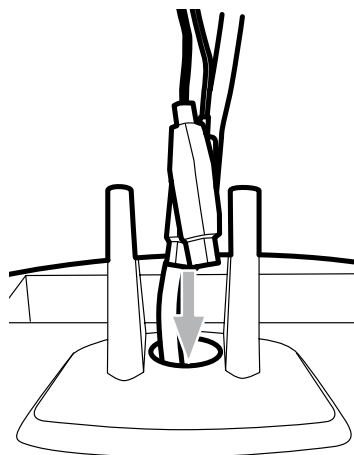

Рис.34
2. Проложите силовой кабель от крепления вниз через центральное отверстие на базе. Проложите соединительный кабель датчика вверх через базу и крепление. (Рисунок 34).